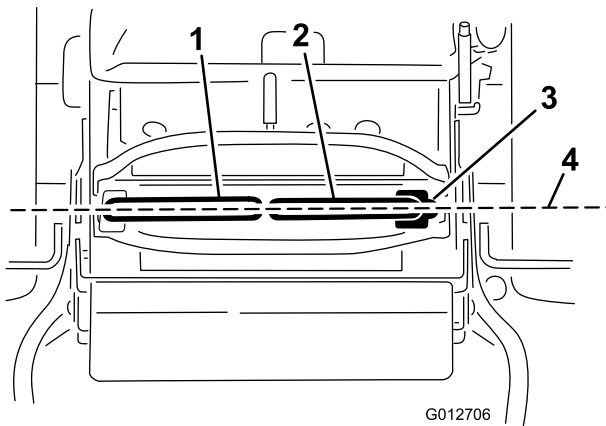

Figura 66
Importante: Certifique-se de que o alinhamento do cortador está correto após o ajuste das alavancas de controlo de movimento (Figura 66).
1. Depois de ter concluído o alinhamento horizontal, verifique o alinhamento entre frente e a traseira empurrando ligeiramente as alavancas de controlo para a frente para detetar alguma folga nas ligações das alavancas de controlo (Figura 66).